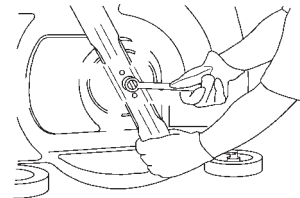

Figure 30
3. Fixez la lame avec l'écrou (ou le boulon dans le cas du Modèle 10363), comme illustré à la Figure 30.